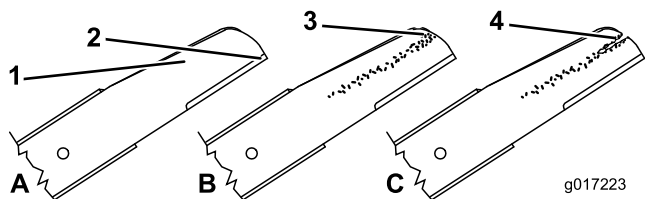

Figura 42
1. Inspeção as extremidades de corte (Figura 42). Se as extremidades não estiverem afiadas ou estiverem amolgadas, retire e afie as lâminas.
2. Inspeção as lâminas, especialmente a área curva (Figura 42). Se verificar quaisquer danos, desgaste, ou a formação de ranhuras nesta área, substitua imediatamente por lâminas novas.